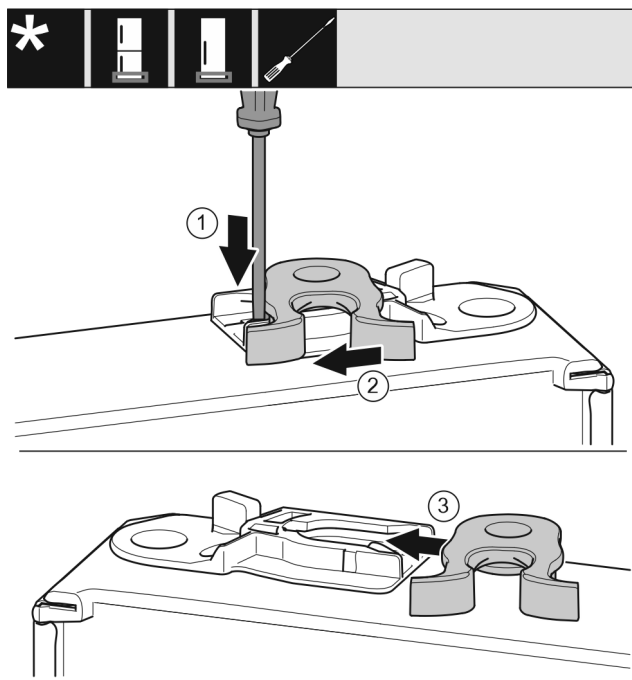

Fig. 31
- ▶ Nyomja le a fedőlemezt Fig. 31 (1) lapos csavarhúzóval.
- ▶ Húzza ki a záróhorgot Fig. 31 (2) a vezetősínből.
- ▶ Tolja be a záróhorgot Fig. 31 (3) a másik oldalon lévő vezetősínbe.